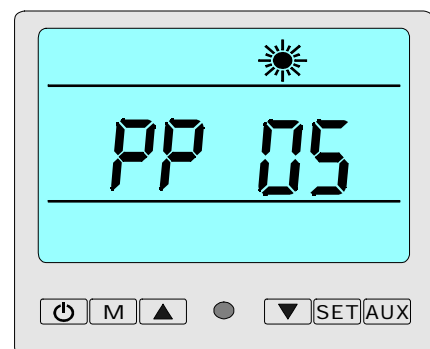

Figure 3-18
- Si le capteur de température est en court-circuit ou circuit ouvert, il est jugé en panne. Le mode dégivrage ou antigel est stoppé (s'il était activé) et la PAC fonctionne normalement. Le message PP 05 est affiché (voir figure 3-18).